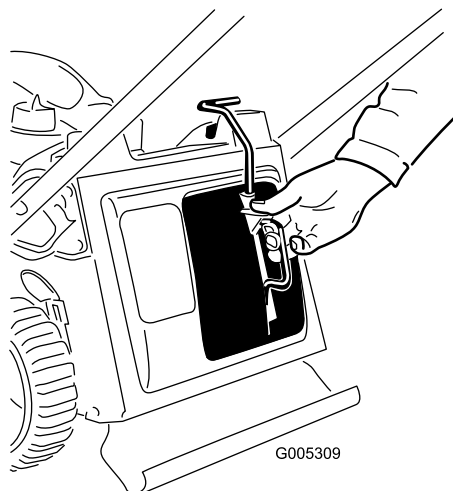

Figura 34
3. Introduzca el tapón de mulching (Figura 34).